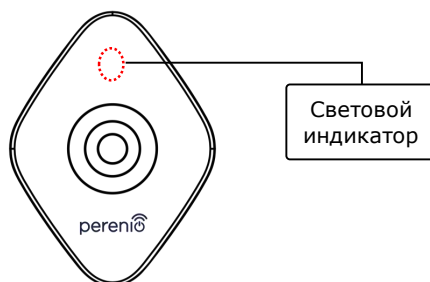

Рисунок 6 – Ориентация датчика движения при установке
4. Соблюдать правила ориентации датчика при установке (см. рис. 6).
4. Приклеить датчик движения на стену на ленту 3М (рекомендуемая высота установки: 2,0-2,6 м) таким образом, чтобы световой индикатор был расположен сверху (см. рис. 6 далее).